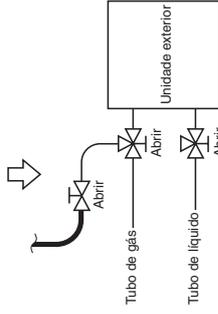

Fig. 7-2
- Se a quantidade de carga do refrigerante adicional não puder ser carregada de uma vez, carregue o refrigerante restante na forma líquida utilizando a válvula de serviço do tubo de gás com o sistema no modo de arrefecimento no momento do teste de funcionamento. (Fig. 7-2)